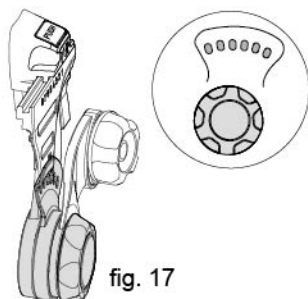

fig. 17
- Pentru a regla poziția de repaus și intervalul de rotație, slăbiți butonul de tensiune, rotiți maneta în una dintre cele 3 poziții și strângeți butonul de tensiune (consultați fig. 17).